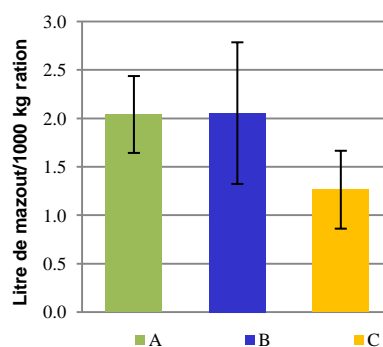

Fig. 1 : Consommation mesurée en fonction du type d'équipement
- ✓ L'utilisation de *godets désileurs* permet de diminuer les consommations en carburant (Fig. 1) mais implique un temps de travail plus important. De plus, l'agriculteur doit distribuer certains aliments manuellement.